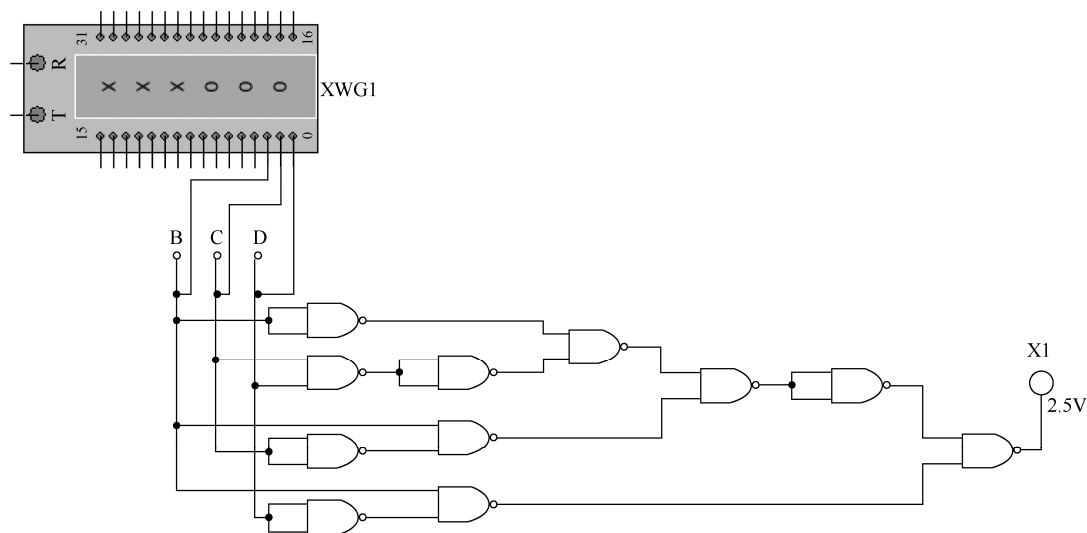

图 4.5.15 字信号发生器与电路图相连
(2) 将字信号发生器与电路图相连。将字信号发生器的从 0 (0 是最低位) 开始的三个输出端子, 连至电路的 B、C、D 输入端 (0 接 D, 1 接 C, 2 接 B)。
(3) 查找并放置指示探针与输出端相连。指示探针的元件名称为 Probe-blue, 在 Multisim 元器件库中的位置如下: Master Database\Indicators (指示器件库)\Probe。连好的电路如图 4.5.15 所示。